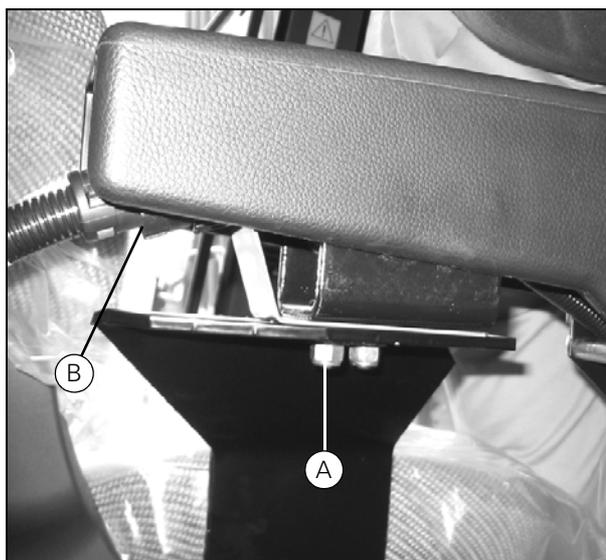
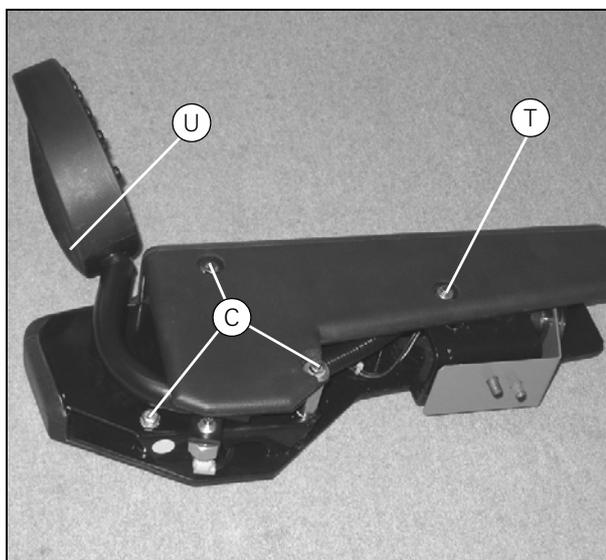
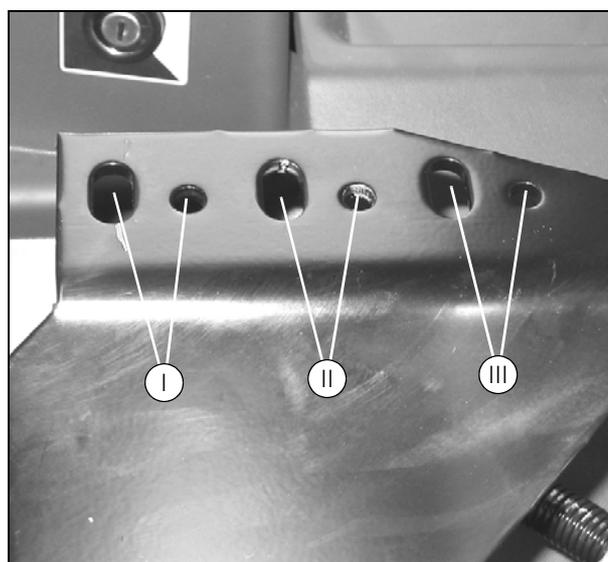

Рисунок 3
Рисунок 4
Рисунок 8
5. Установите штифт шарового соединения с разделителем (N) (1,6 мм) на самоустанавливающийся подшипник.
8. Протяните проводку (P) потенциометра и с помощью реек предотвратите возможность контакта проводов с шаровым соединением и самоустанавливающимся подшипником.
Примечание: Длину подлокотника можно регулировать, закрепляя его в одной из трех пар имеющихся отверстий (Рис. 8). Регулировка в поперечном направлении осуществляется с помощью винта (A) (Рис. 3). Наклон регулируется винтом (T) (Рис. 4). Отрегулируйте положение рычага с помощью винта с внутренним шестигранником (U) (Рис. 4).